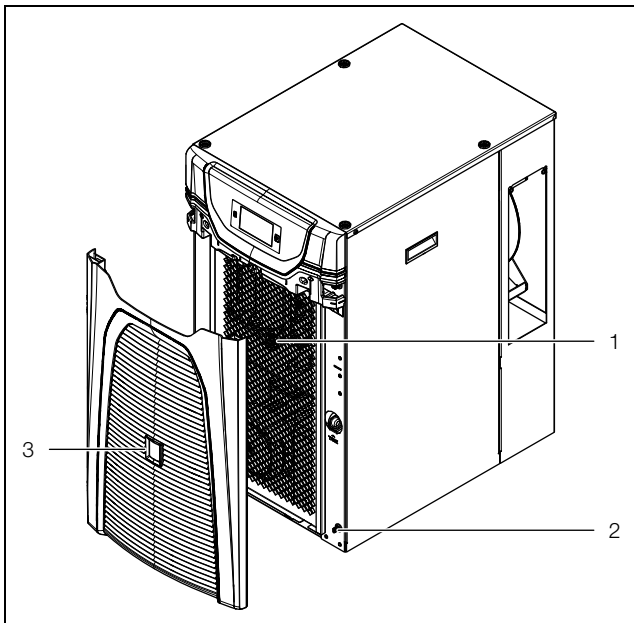

Abb. 14: Lamellengitter abziehen 3320200 und 3334300
- Ziehen Sie vorne am Chiller das Lamellengitter (Abb. 14, Pos. 3) von den Halteclips (Abb. 14, Pos. 2) ab und stellen oder legen Sie es sicher ab.